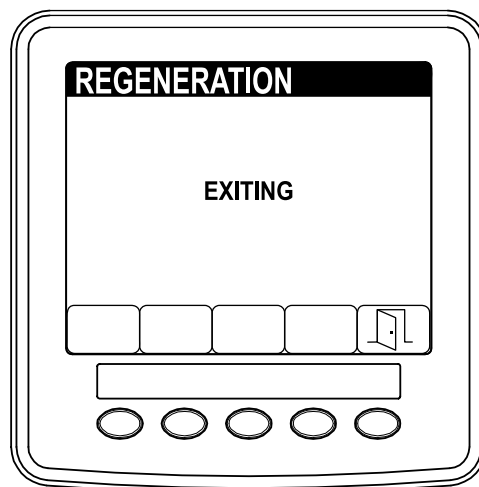

Figure 53
**Remarque:** Si vous appuyez sur le bouton n° 5 en cours de régénération, vous quitterez le processus de régénération. Dans l'écran de SORTIE, appuyez sur le bouton n° 5 pour revenir au menu ENTRETIEN (Figure 53).